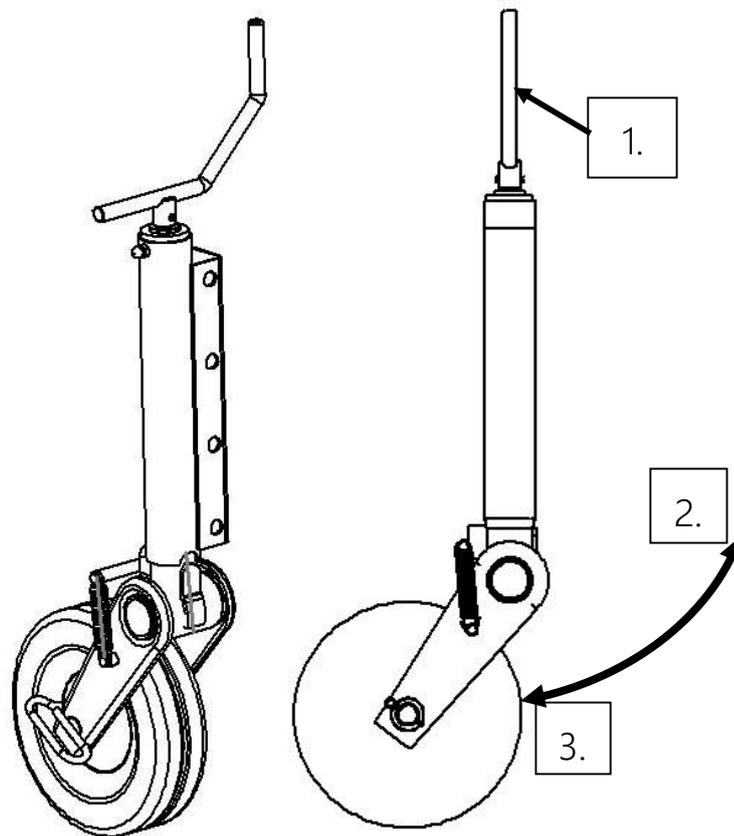

Abbildung 12. Einstellbarer Stützfuß (von links: Isometrie, Seitenansicht).
- Falls sich der Kratzboden nicht richtig bewegt, den Einstellhebel in die entsprechende Lage bringen (Abb. 12). Die Vorschubgeschwindigkeit kann durch Bewegen des Hebels aus der Neutralstellung geändert werden (Pos. 2, Abb. 12) - die weiter vorne liegenden Öffnungen (Pos. A, Abb. 12) bedeuten geringere Geschwindigkeit und die weiter hinten liegenden höchste Geschwindigkeit (Pos. B Abb. 12).